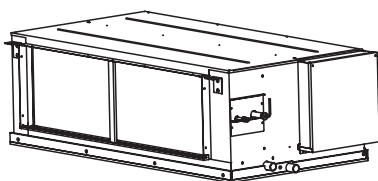
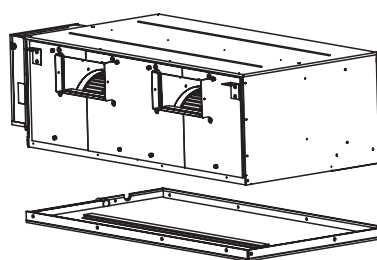

Рис. 12.1
Рис. 12.2
- 1) Выкрутите винты вокруг основания кондиционера, пока не сможете снять основание. (Рис. 12.1, Рис. 12.2)